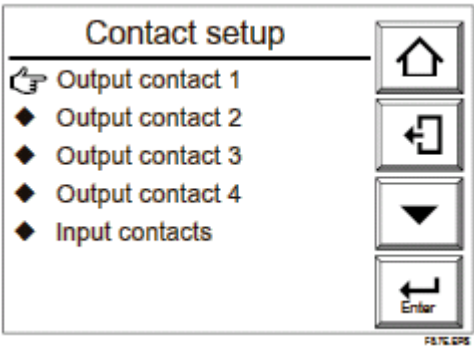

图 8.7 触点设置显示
- (1) 在基本面板显示中按设置键显示执行/设置显示。
- (2) 在执行/设置显示上选择设置。就出现“命令”（设置）显示。
- (3) 在“命令”（设置）显示中选择触点设置。接着出现如图 8.7 所示的触点设置显示。